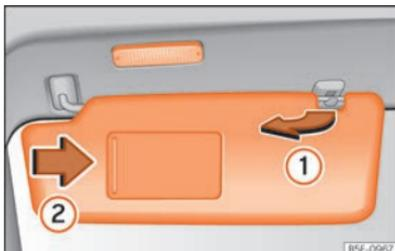

Abb. 91 Sonnenblende.
- Die Sonnenblende kann aus der Befestigung entnommen und zur Tür gedreht werden »» (Abb. 91) ①.